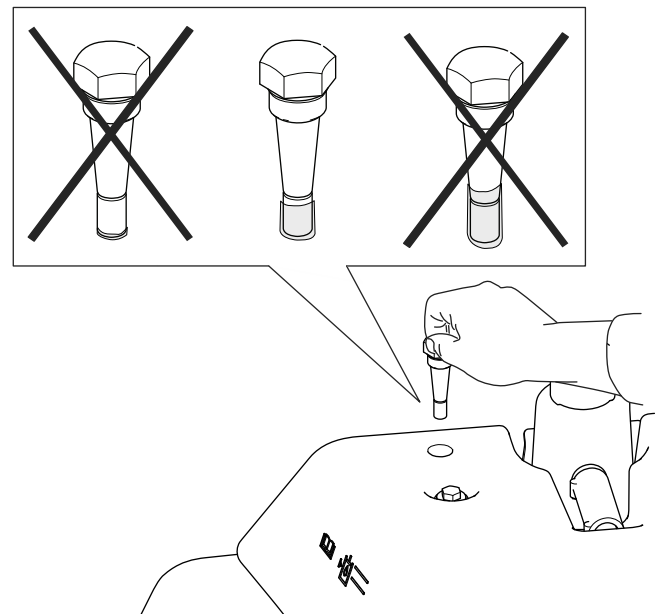

Figure 56
4. Ressortez la jauge et contrôlez le niveau de liquide. Il est suffisant s'il se situe entre les deux repères sur la jauge. Si le niveau de liquide n'est pas entre les repères maximum et minimum, rectifiez le niveau (Figure 56).